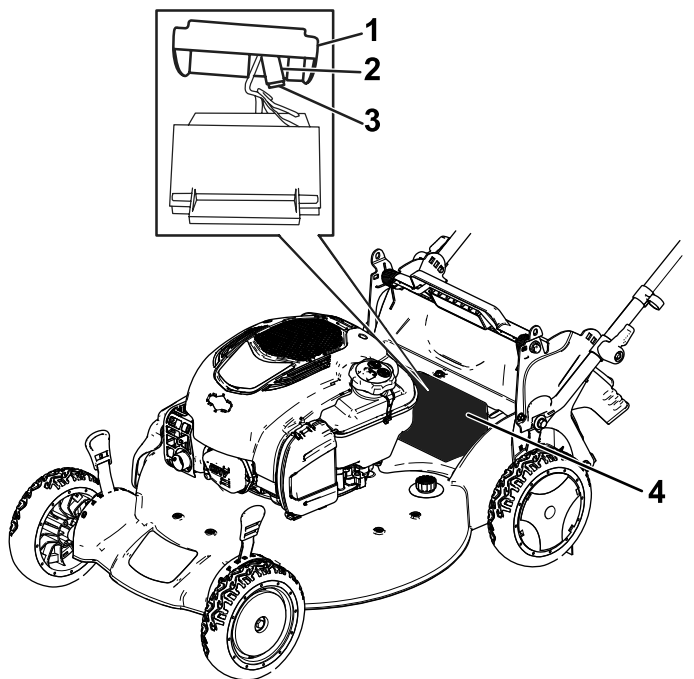

Figure 36
1. Déposez le couvercle du logement de la batterie (Figure 36).
2. Sortez la batterie et localisez le fusible (Figure 36).
3. Remplacez le fusible dans le porte-fusible (Figure 36).
4. Reposez le couvercle sur le logement de la batterie (Figure 36).